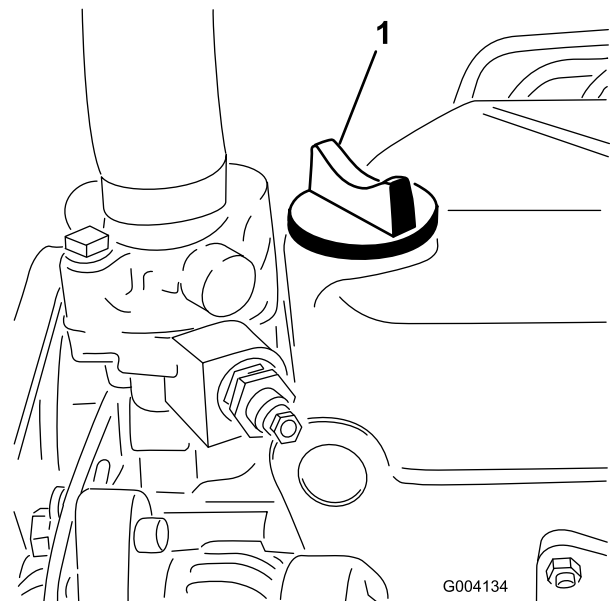

Bild 22
5. Wenn der Ölstand unter der Voll-Marke liegt, nehmen Sie den Fülldeckel ab (Bild 22) und gießen Sie genug Öl ein, um den Ölstand bis zur Voll-Marke anzuheben. **Nicht überfüllen**.